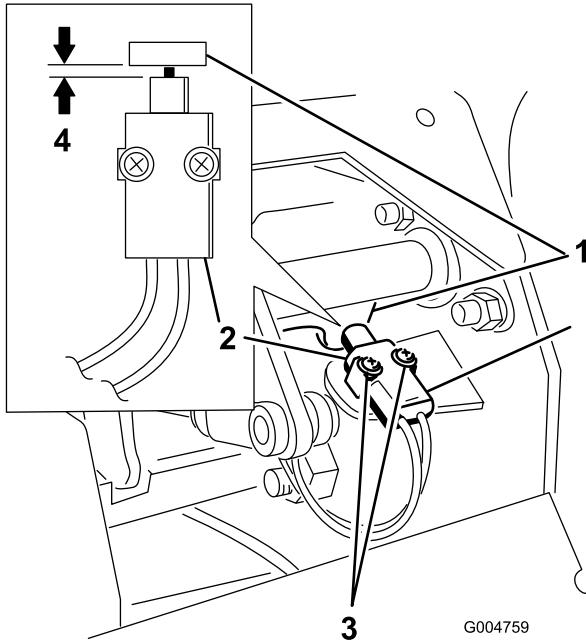

Figura 55
4. Mueva el interruptor hacia el tope del eje de freno hasta que la distancia entre el tope y el cuerpo del interruptor sea de 0,4 a 1 mm (Figura 55).